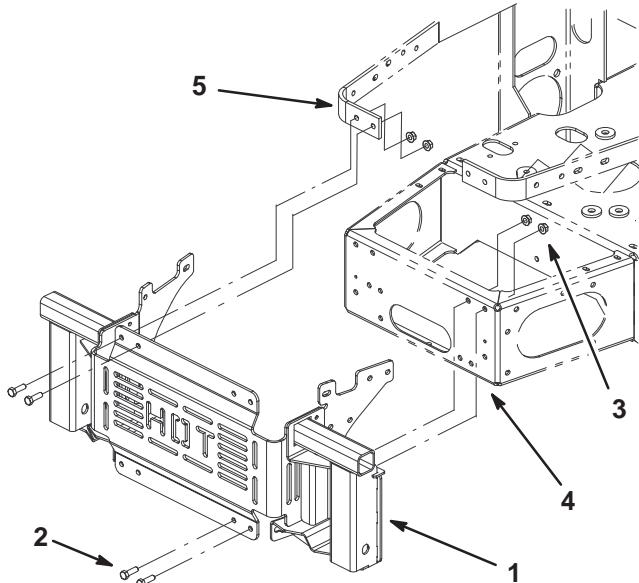

Figure 6
1. Montez le support du bac de ramassage, sans le serrer, à l'arrière du pare-chocs arrière et sur les barrettes de protection du moteur à l'aide de 8 boulons (5/16 x 1 pouce) et 8 écrous à collerette (5/16 pouce) (Fig. 6).